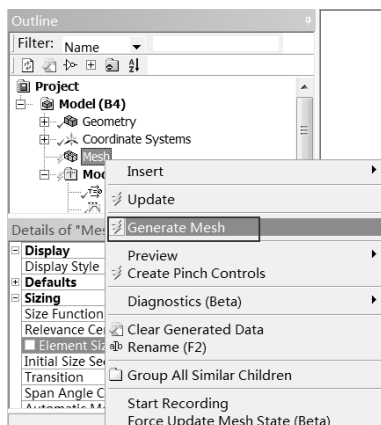
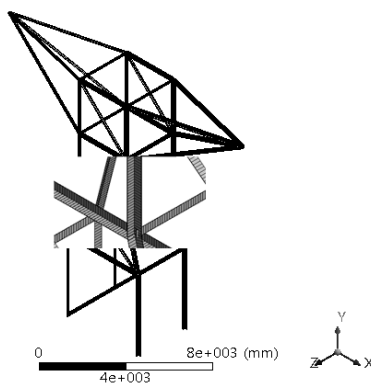

图 8-12 划分网格
图 8-13 网格效果
Step3: 在 Outline (分析树) 中的 Mesh 选项上右击, 在弹出的快捷菜单中选择 Generate Mesh 命令, 如图 8-12 所示。此时会弹出进度显示条, 表示网格正在划分, 当网格划分完成后, 进度条自动消失。最终的网格效果如图 8-13 所示。